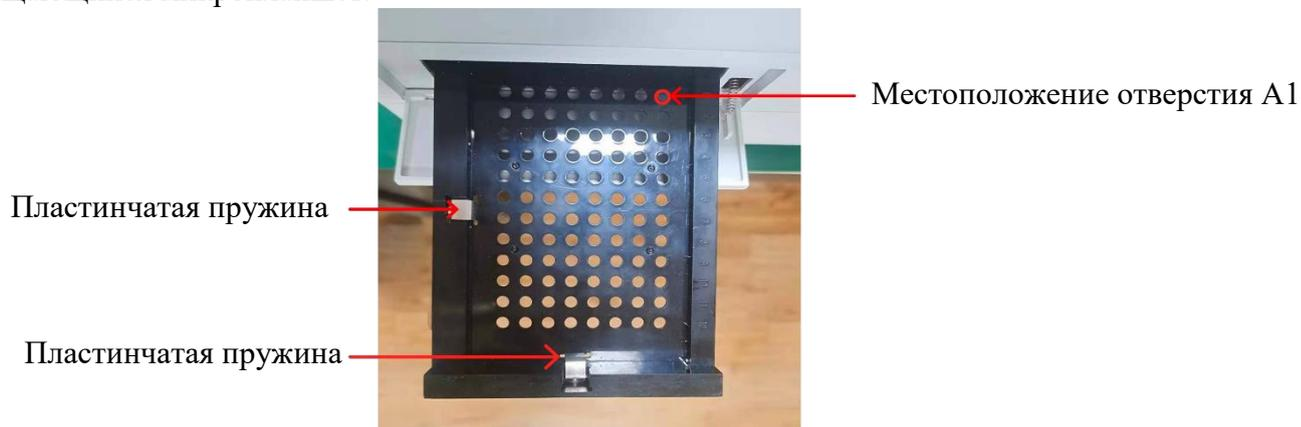

Рисунок 1-3
- Устанавливайте или убирайте микропланшет только после того, как держатель полностью откроется (смотрите Рисунок 1-3), а двигатель остановлен.